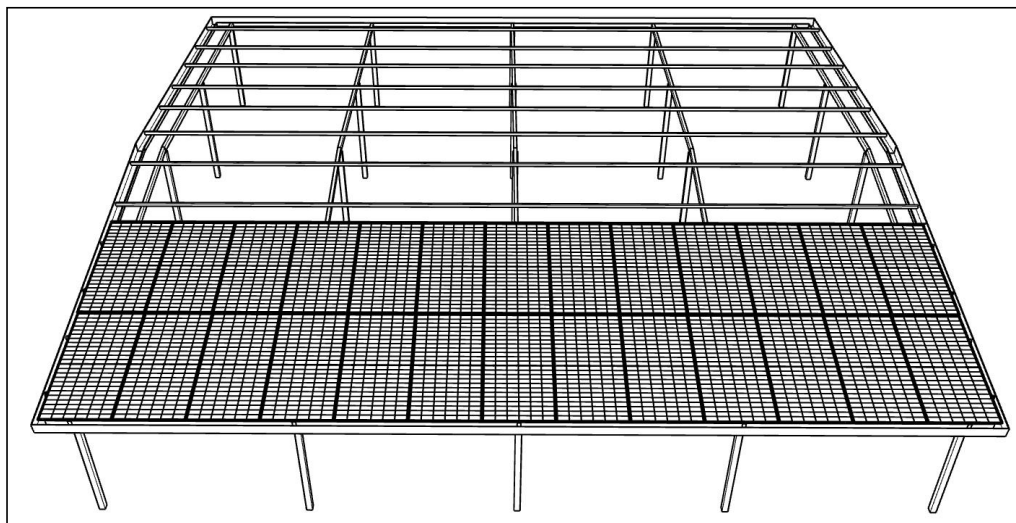

Figura 26
- 15 Os produtos são fixados de acordo com o método de instalação da primeira fila de produtos, que são instalados um a um, até que toda a segunda fila esteja instalada (Figura 26).